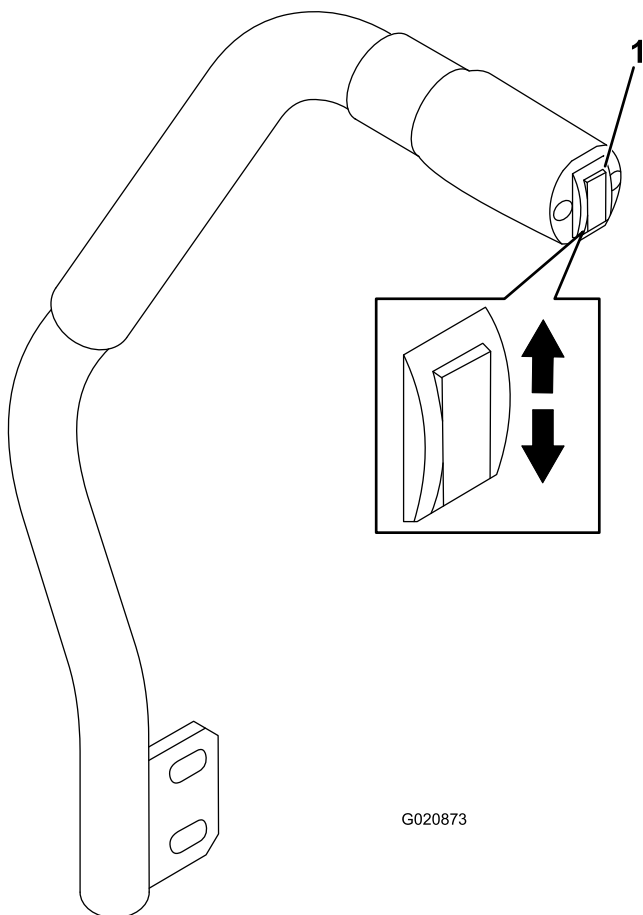

Figure 21
Cette commande permet de lever et d'abaisser l'unité de coupe (Figure 21). Ce levier est uniquement disponible lorsque le moteur est en marche.
- Pour abaisser l'unité de coupe, appuyez sur le bas de la commande (Figure 21).
- Pour lever le tablier de coupe, appuyez sur le haut de la commande (Figure 21).
1. Lorsque le moteur tourne, repoussez la commande de levage du tablier de coupe vers le haut jusqu'à ce que le tablier soit complètement levé puis **relâchez immédiatement la commande** (Figure 21).